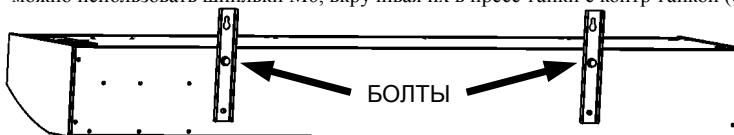
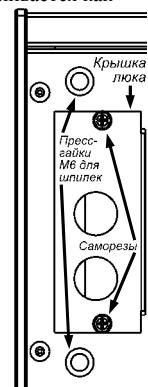

Рис. 1
Рис. 2
4.4.1. Открутить ключом 10 болтов на тыльной стороне корпуса (см. рис.1), открутить 2 самореза на крышке люка и вынуть держатель клеммных колодок (см. рис. 2). Привернуть кронштейны крепления к завесе. Закрепить завесу на стене. При креплении к потолку можно использовать шпильки М6, вкручивая их в пресс-гайки с контргайкой (см. рис. 2).